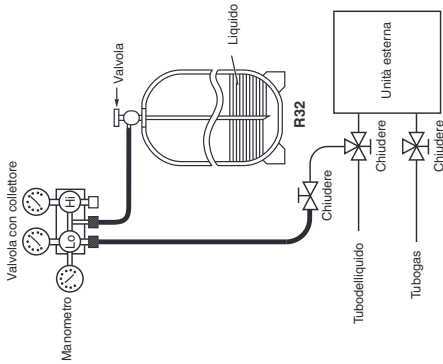

Fig. 7-2
- Se la quantità di refrigerante aggiuntivo non può venire caricata tutta in una volta, caricare quella rimanente in forma liquida usando la valvola di servizio del tubo del gas con sistema a nella modalità di raffreddamento al momento del collaudo (Fig. 7-2)